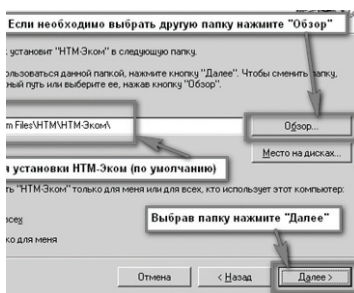

Рисунок 13
8.2.5 Выбрать папку для установки ПО «НТМ-ЭкоМ» (рисунок 13).